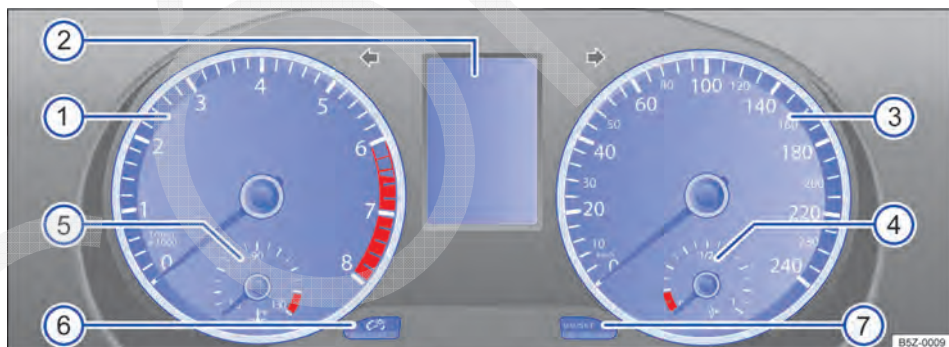

Fig. 9 Instrumento combinado no painel de instrumentos
Significado dos instrumentos ⇒ Fig. 9:
O indicador do intervalo de serviço aparece no display do instrumento combinado ⇒ Fig. 9 ②.